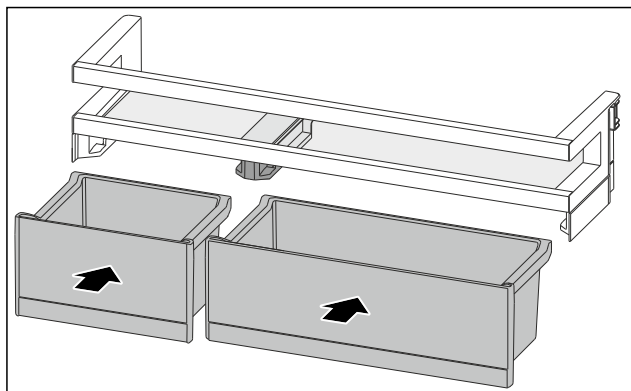

Fig. 81
- Inserire i VarioBox in posizione scambiata. (vedere Fig. 81)